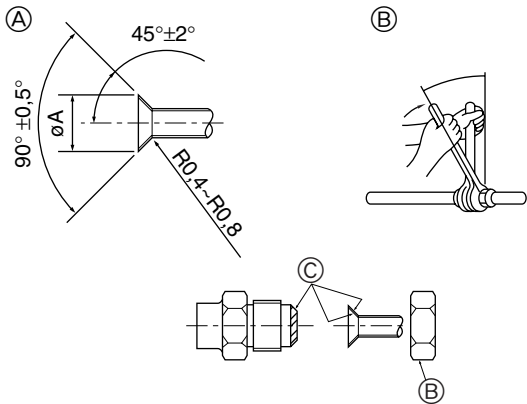

Fig. 4-1
- 4.1. Collegamento dei tubi (Fig. 4-1)